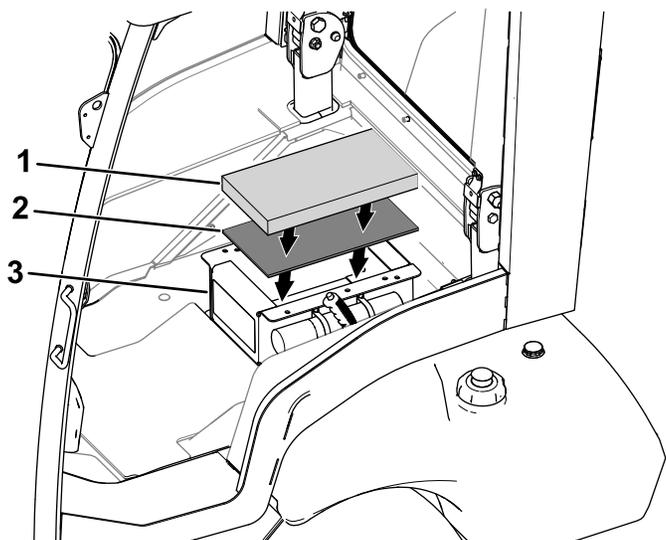

Figura 19
1. Instale a almofada da base do banco (**fina**) no interior da base do banco (Figura 19).
2. Instale a almofada da base do banco (**grossa**) no interior da base do banco (Figura 19).